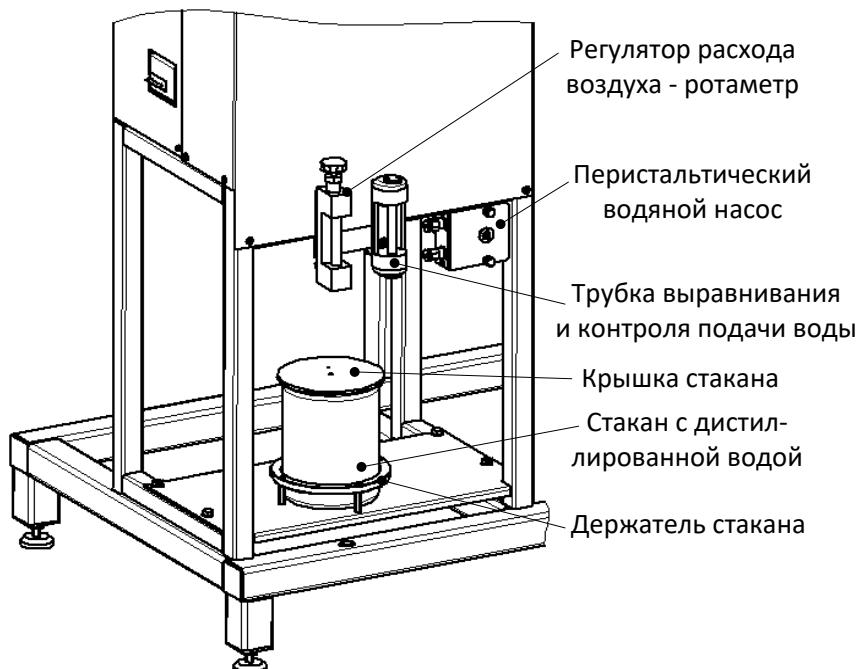
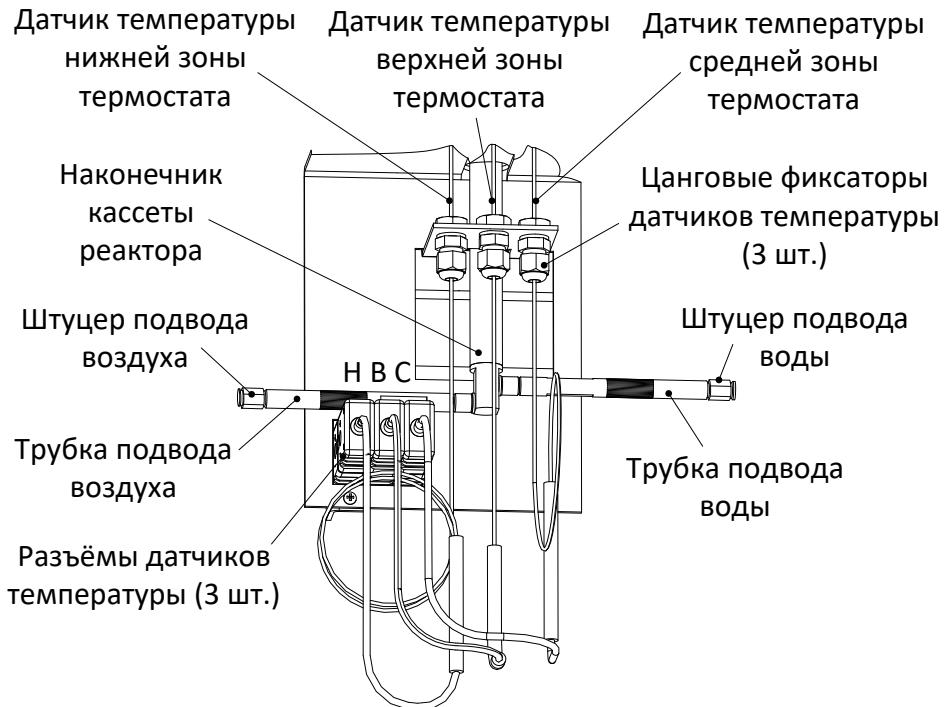

Рисунок 3 – Блок регулирования расхода
Рисунок 5 – Нижняя часть блока нагрева
Подача сжатого воздуха в блок нагрева осуществляется компрессором, находящимся внутри блока регулирования расхода. При этом каких-либо внешних источников сжатого воздуха не требуется. Необходимый расход воздуха устанавливается вращением ручки регулятора (см. рисунок 3) и контролируется по шкале ротаметра. Для генерации пара используется дистиллированная вода, уровень которой в стакане определяется визуально. Стакан с дистиллированной водой устанавливается в держатель и накрывается крышкой с гибкой трубкой (гибкие соединительные трубы на рисунке условно не показаны). Стакан можно снимать с держателя по мере необходимости, например, при проведении регламентных работ. Зabor воды из стакана производится перистальтическим водяным насосом. Перед подачей в блок нагрева вода проходит через трубку выравнивания и контроля подачи воды, которая обеспечивает равномерность потока и по которой визуально можно оценить работу насоса.
4.2.3 С нижней части блока нагрева (рисунок 5) отключить гибкую трубку от штуцера подвода воды. Это производится путём нажатия на синее кольцо БРС вокруг трубы и одновременным вытягиванием её со штуцера (можно сделать одной рукой). Расположить свободный конец трубы на уровне перистальтического насоса относительно пола (рисунок 3) над какой-либо небольшой ёмкостью.